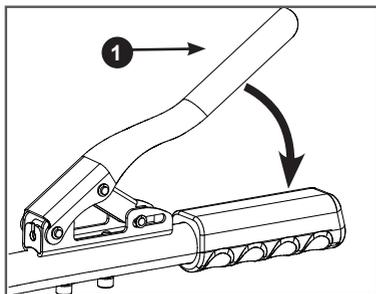

Рис. 32. Включение хода
6. Для того чтобы начать движение мотоблока на выбранной передаче быстро и плавно нажмите рычаг 1 включения хода до упора (Рис. 32).
1. Отпустите рычаг включения хода (Рис. 32).